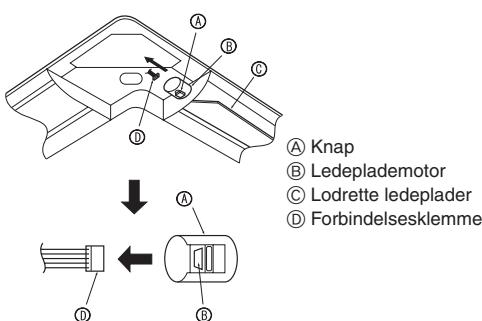

Fig. 9-9
9.5. Låsning af den op- eller nedadgående luftstrøm (Fig. 9-9)